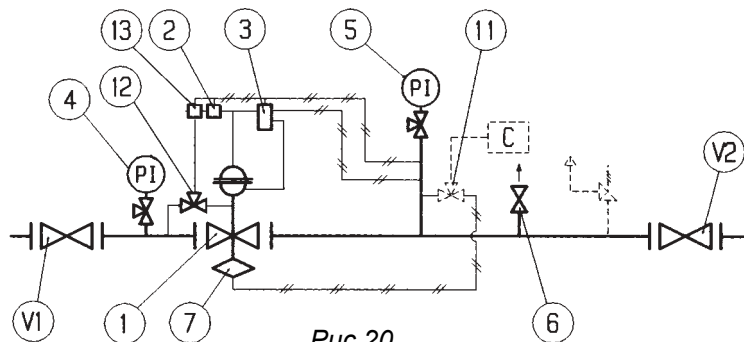

Рис.20
5.3 ВВОД В ЭКСПЛУАТАЦИЮ РЕГУЛЯТОРА СО ВСТРОЕННЫМ ОТСЕКАЮЩИМ КЛАПАНОМ SB/82 (РИС. 20)